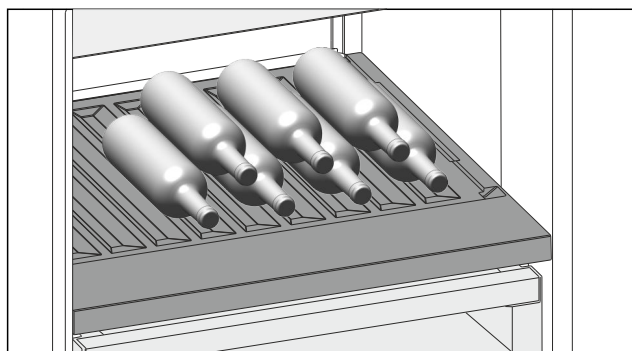

Fig. 141
- Inserire le bottiglie con il fondo rivolto verso la parte posteriore. (vedere Fig. 141)